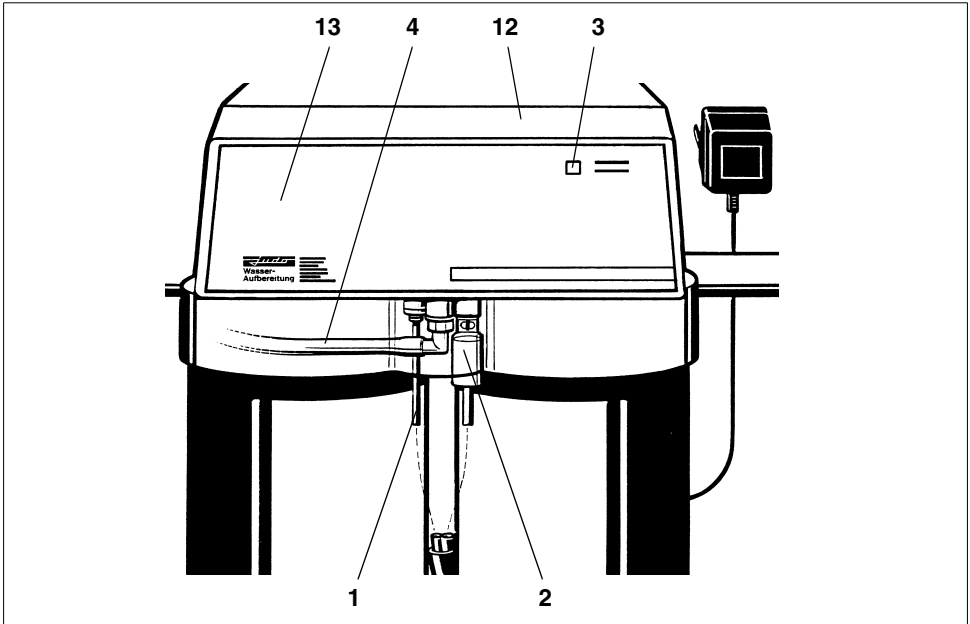

Abb. 15: Frontansicht
| <p>1 Füllschlauch zum Solebehälter (Abb. 15)</p> <p>2 Saugkontrollhülse mit Ansaugsieb und Saugschlauch vom Solebehälter (Abb. 15)</p> <p>3 Tastkappenschalter für Handauslösung (Abb. 15)</p> <p>4 Schlauch zum Abwasserkanal (Abb. 15)</p> <p>5 Verschneidung (Einstellschraube muss geschlossen sein)</p> <p>6 Wassermesser</p> <p>7 Einstellhebel für die Rohwasser-Nitratkonzentration</p> <p>8 Skala für die Rohwasser-Nitratkonzentration</p> <p>9 Umgehungsventil (Zubehör)</p> | <p>10 Probeventil (W) zur Prüfung der Nitratkonzentration nach dem DENITRATOR</p> <p>11 Probeventil (H) zur Prüfung der Nitratkonzentration im Rohwasser</p> <p>12 Abdeckhaube (Abb. 15)</p> <p>13 Typenschild (Abb. 15)</p> <p>14 Abwasserauslauf</p> <p>15 Gerätenummer</p> |